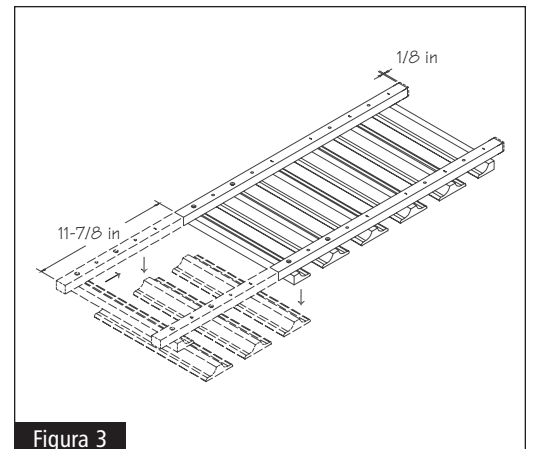

Figura 3
- 1** Coloque el soporte invertido para copas en una superficie plana con las tiras de montaje boca arriba. Usando el destornillador, retire los primeros cuatro rieles y coloque el primero (el más pequeño) en donde estaba el cuarto. Marque con lápiz cada uno de los extremos de ambas tiras de montaje como se ilustra. Vea la figura 3.